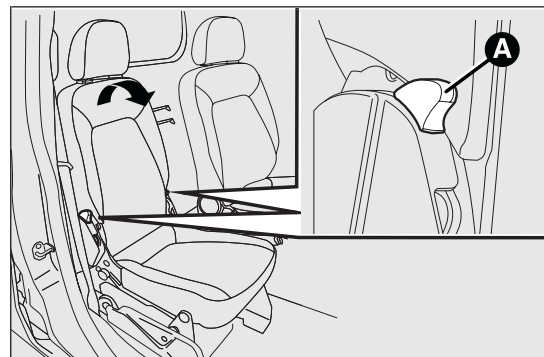

fig. 24
- agire sulle leve A fig. 24 e ribaltare in avanti lo schienale agendo nel senso indicato dalla freccia;